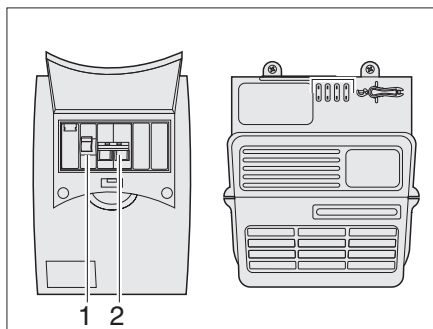

Fig. 97 Coffret de fusibles 230 V
Le fusible principal (Fig. 97,2) protège le courant d'entrée 230 V avec max. 10 A. En outre, un disjoncteur différentiel (Fig. 97,1) se trouve dans le coffret de fusibles.
- Activer et désactiver brièvement le disjoncteur de protection de circuit 230 V (voir Fig. 97) et l'interrupteur principal de la batterie (voir Fig. 91) pour interrompre le flux de courant.